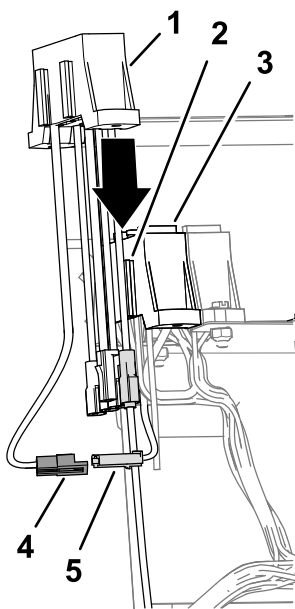

Рисунок 23
2. Вставьте 2-штыревой разъем проводов питания вспомогательного оборудования блока предохранителей машины в 2-гнездовую разъем проводов питания вспомогательного блока предохранителей (Рисунок 23).
3. Совместите пазы во вспомогательном блоке предохранителей с монтажными фланцами блока предохранителей машины (Рисунок 23).